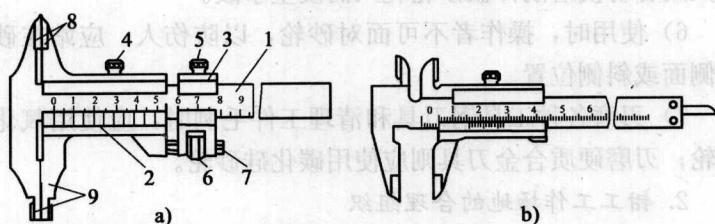

图1—5 游标卡尺
(1) 游标卡尺的结构。游标卡尺(见图1—5)可分为三用游标卡尺和双面量爪游标卡尺两种，它主要由尺身、游标、内量爪、外量爪、深度尺、紧固螺钉等组成。